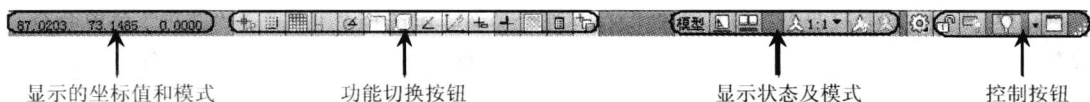

图 1-11 状态栏
- ☑ 状态栏：在窗口的最下侧为状态栏，用来显示 AutoCAD 的当前状态，如图 1-11 所示。用户将鼠标置于按钮上不动，即可显示该按钮的功能和名称。